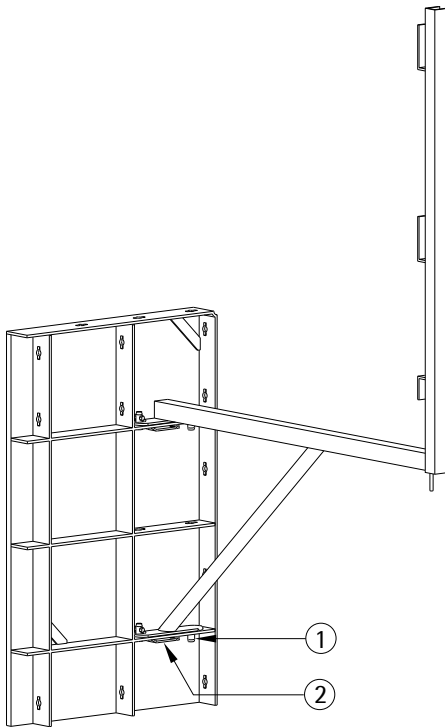

Abb.108
Die Laufkonsole wird an den Quergittern der Raster-elemente oder den Querstegen der GE-Elemente montiert (Abb.108). Dazu wird der Stift der Laufkonsolenanhängepunkte ① in die Bolzenlöcher der Quergitter gesteckt. Nun ist die Konsole mit 2 Verbindungsbolzen zu sichern ②.